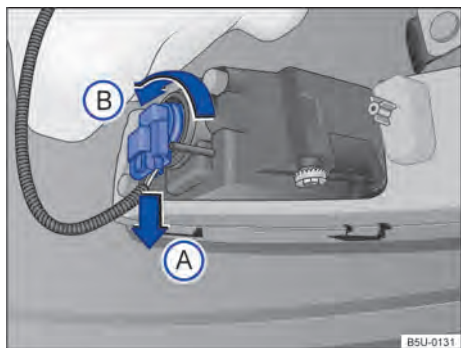

Fig. 170 Atrás do para-choque dianteiro: acesso à lâmpada incandescente do farol de neblina.
2. Desencaixar o conector de alimentação da lâmpada → Fig. 170 no sentido da seta (A), pressionar, ao mesmo tempo, a trava de fixação do conector.
3. Girar o soquete da lâmpada → Fig. 170, no sentido anti-horário da seta (B), e desencaixá-lo do alojamento.